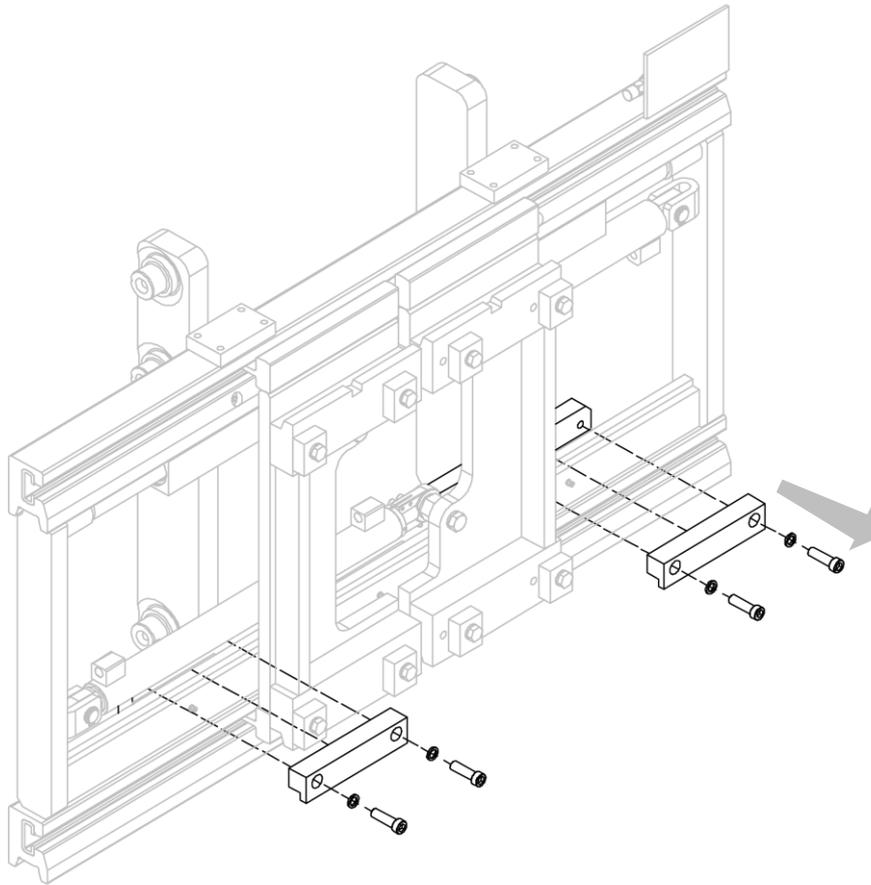

Figura 31
2. Rimuovere i ganci inferiori che vincolano la struttura anteriore a quella posteriore (vedi *Figura 31*).